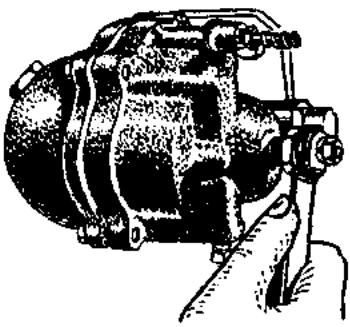
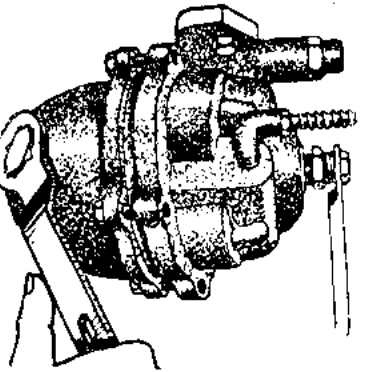

Рис. 22. Очистка фильтра.
Рис. 23. Отвертывание глиняной пробки фильтра грубой очистки.
9. **Фильтр грубой очистки** очистите поворотом стержня на 1 1/2—2 оборота ежедневно на тормозе двигателя, для чего делайте 15—20 качков его рукоятки (рис. 22). Снимайте фильтр в двигателе при смене масла в двигателе (рис. 23). Снимайте фильтр выньте при ТО-2 или ранее, в случае тугото прокачивания его рукоятки.